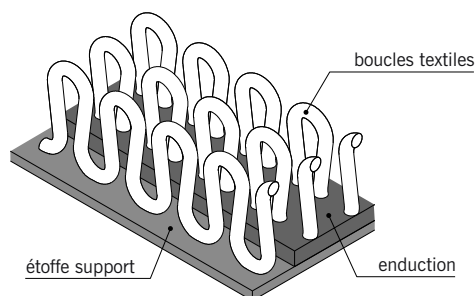

fig. 10.20
- La **moquette tuftée** ou **tuftetée** dans laquelle les fibres sont insérées sur une trame en toile recouverte d'une couche en caoutchouc ou en PVC appelée **enduction** (fig. 10.20).